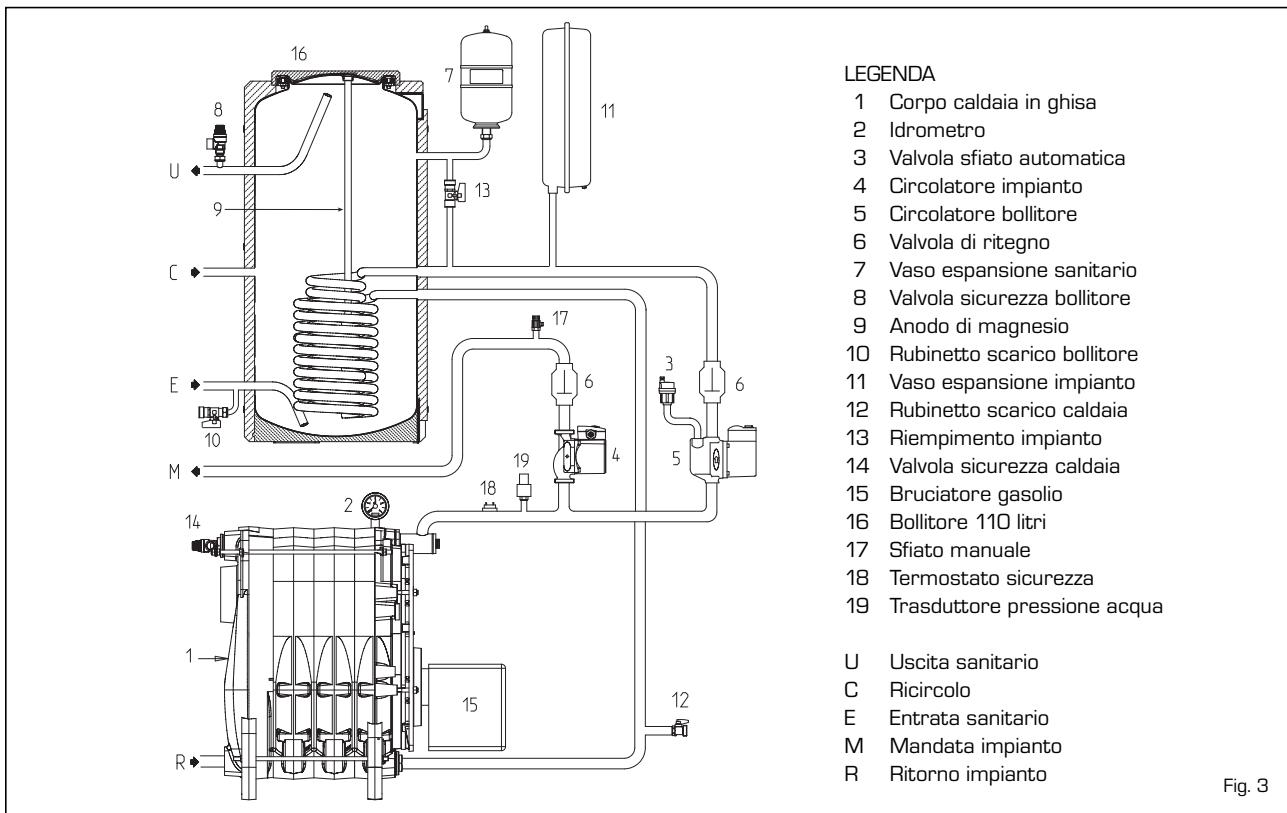

Fig. 3
1.5 SCHEMA FUNZIONALE (fig. 3)